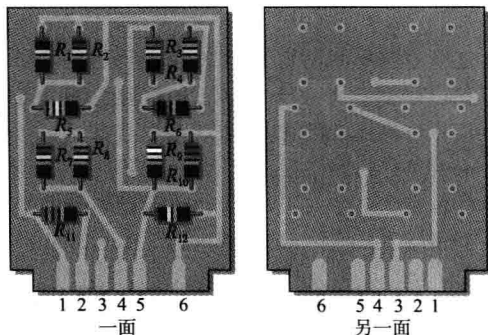

图 5-70 习题 41 图
41. 试辨别图 5-70 所示的双面印制电路板上哪一组电阻器是并联连接，并确定每组的总电阻。其中，电阻 R_1 的色环颜色分别为：棕、黑、黄、金；电阻 R_2 的色环颜色分别为：红、红、黄、金；电阻 R_3 的色环颜色分别为：橙、橙、黄、金；电阻 R_4 的色环颜色分别为：红、紫、黄、金；电阻 R_5 的色环颜色分别为：绿、蓝、黄、金；电阻 R_6 的色环颜色分别为：棕、黑、绿、金；电阻 R_7 的色环颜色分别为：灰、红、黄、金；电阻 R_8 的色环颜色分别为：蓝、灰、黄、金；电阻 R_9 的色环颜色分别为：橙、白、黄、金；电阻 R_{10} 的色环颜色分别为：棕、红、绿、金；电阻 R_{11} 的色环颜色分别为：棕、灰、绿、金；电阻 R_{12} 的色环颜色分别为：棕、黑、黄、金。